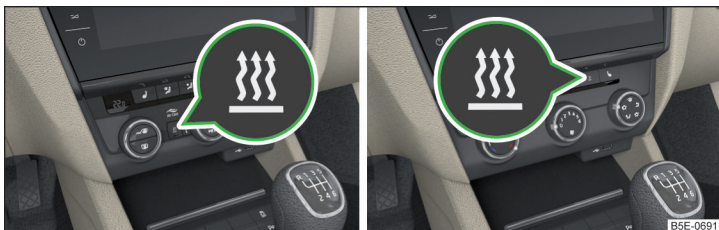

Fig. 159 Touche pour l'activation / désactivation (Climatronic / de la climatisation manuelle)
- ▶ au moyen de la touche  sur l'unité de commande du climatiseur manuel / du Climatronic » fig. 159.
Lorsque l'activation automatique est activée, le voyant dans la touche de symbole  » fig. 159 s'allume pendant 10 secondes env. après la coupure du contact.